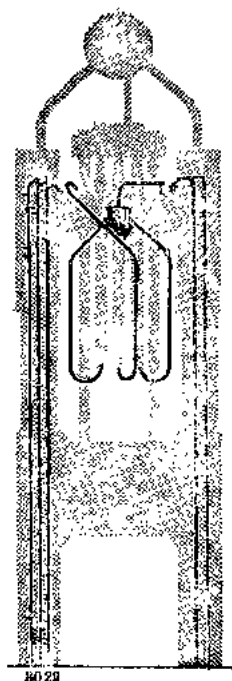

图 21
i. 在水压机一个侧面的左边立柱旁, 固定两根 $\phi 8$ 毫米, 一根 $\phi 2$ 毫米涂红的铁丝, 如图 21 所示, 作为高压管。铁丝由底板下面穿出直到绕过立柱上螺帽穿入顶板内部(真件与工作缸有连接); 另外, 在同侧右边立柱旁, 再用一根 $\phi 2$, 一根 $\phi 3$ 涂红铁丝由底板穿出, 直到绕过右立柱上螺帽, 穿入顶板。五根高压管的排列是细的两根在最两旁; 另外, 用小木块如图 21 所示做两个三通管节(序号 31), 管节也涂红色, 固定在小横
ii. 再用 $\phi 2$ 涂红铁丝 8 根, 如图 21 和 22, 分别连接水压机两个侧面的提升缸、平衡缸、三通管节等, 图 21 的连接法属有五根高压管的一侧; 图 22 所示的接法在另一侧。
人梯及护罩 (图 23) 装在有两根高压管的旁边 (参考图 21), 由离底板 10 毫米直至立柱上螺帽。这梯子通向平台 (图 24), 平台底高度在离立柱上螺帽下边 2 毫米处。平台位在小横梁外边, 水平方向处于两个立柱上螺帽之间, 旁边有扶栏; 水压机另一侧有平台, 但无人梯。
iii. 高压、低压管的管节可按照相和图 21、22 所示的黑点地位做上去, 增加逼真感。